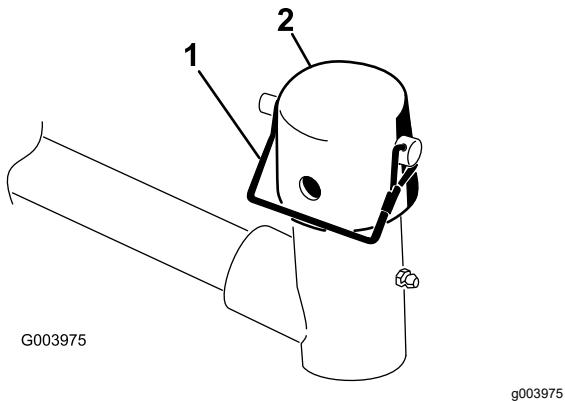

Figura 6
- Togliete il perno di ritenuta e il cappuccio dalla forcella di articolazione del braccio di sollevamento (Figura 6).